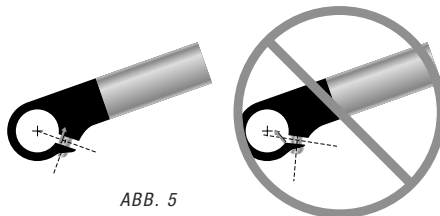

ABB. 5
- Schlitz befindet sich in der Mitte des Lochs für den Lenker (s. Abb. 5).